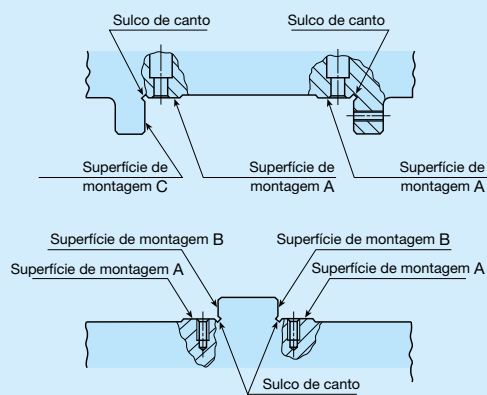

Fig. 15 Superfície de montagem
- Enquanto estiver grudando na superfície B (consulte a Fig. 15), aperte totalmente os parafusos com o torque especificado.